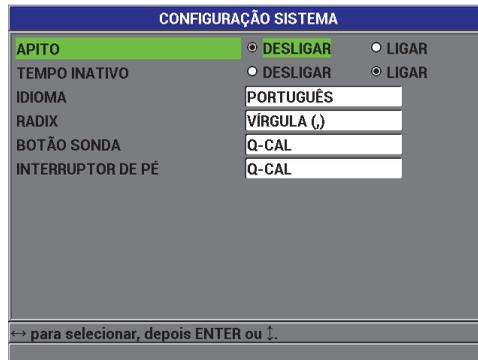

Figura 3-1 Tela CONFIGURAÇÃO SISTEMA
3. Na tela **CONFIGURAÇÃO SISTEMA** (ver a Figura 3-1 na página 62):